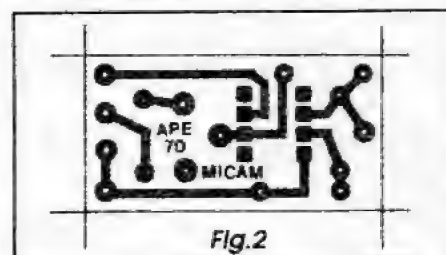

Fig.2
- **FIG. 2 - LAY OUT DO CIRCUITO IMPRESSO ESPECÍFICO** - Nenhuma dificuldade, nem na cópia, nem na traçagem, corrosão, etc., da placa de circuito impresso do **ACIBA**, devido à grande simplicidade do arranjo cobreado de ilhas e pistas, visto em escala 1:1 (tamanho natural) na figura... Embora fácil a realização do impresso, os eternos cuidados e conferências devem ser adotados, conforme sempre recomendamos aqui, para toda e